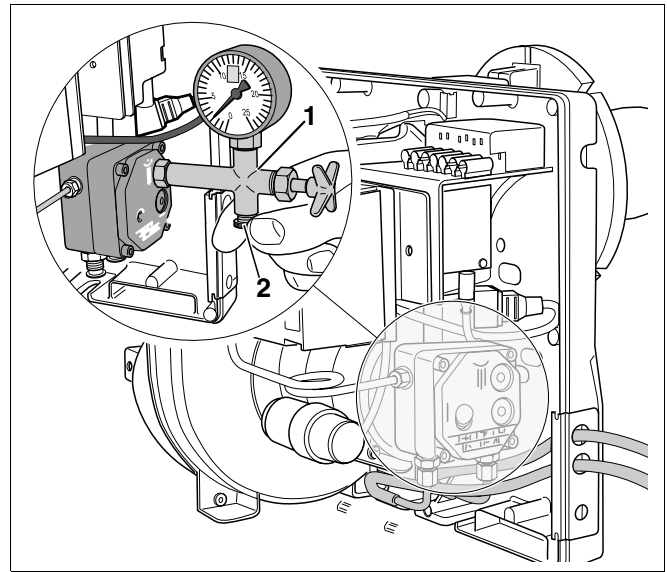

Fig. 9 Udluftning af olieledninger
- Montér olietrykmanometeret (fig. 9, **pos. 1**) på oliepumpens manometertilslutning.
- Udluft systemet via olietrykmanometeret (fig. 9, **pos. 1**).
- Luk først udluftningsåbningen (fig. 9, **pos. 2**), når der ikke længere strømmer luft ud af olietrykmanometeret (fig. 9, **pos. 1**).